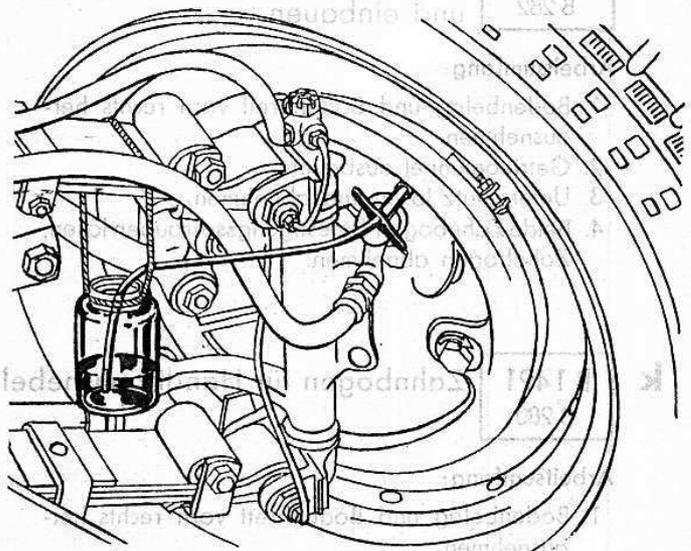

Bild 204
4. Entlüftungsschlauch in Glasflasche hängen. In dieser muß etwas Bremsflüssigkeit vorhanden sein, so daß der Schlauch unter Flüssigkeitspiegel mündet (Bild 204).